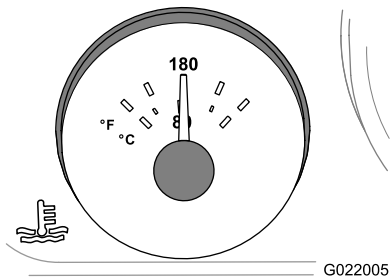

Figure 80
E. Faites tourner le moteur pendant 5 minutes ou jusqu'à ce que le thermomètre de liquide de refroidissement au tableau de bord indique 82 °C (180 °F), puis coupez le moteur (Figure 80).